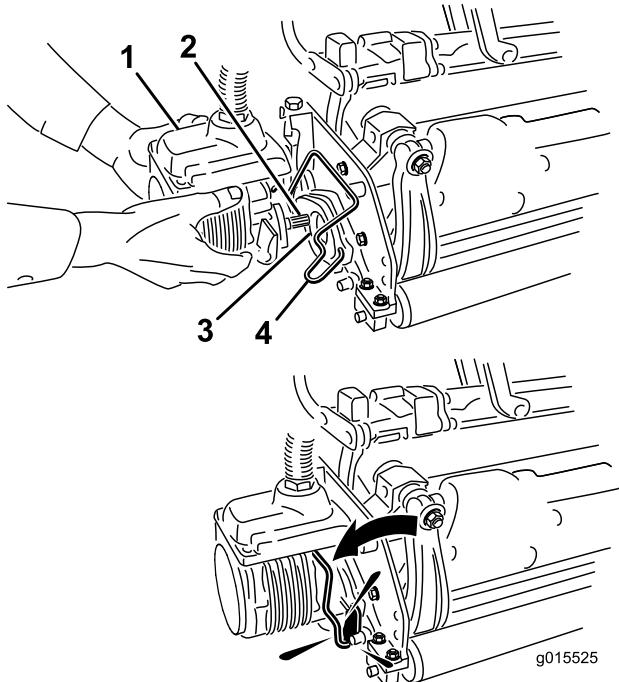

Figure 15
- Enduisez de graisse propre l'arbre cannelé du moteur de plateau de coupe (Figure 15).
- Insérez le moteur dans le côté gauche du plateau de coupe (vu de la position de l'utilisateur) et tirez la barre de retenue du moteur située sur le plateau de coupe vers le moteur jusqu'à ce qu'un déclic soit entendu des deux côtés du moteur (Figure 15).